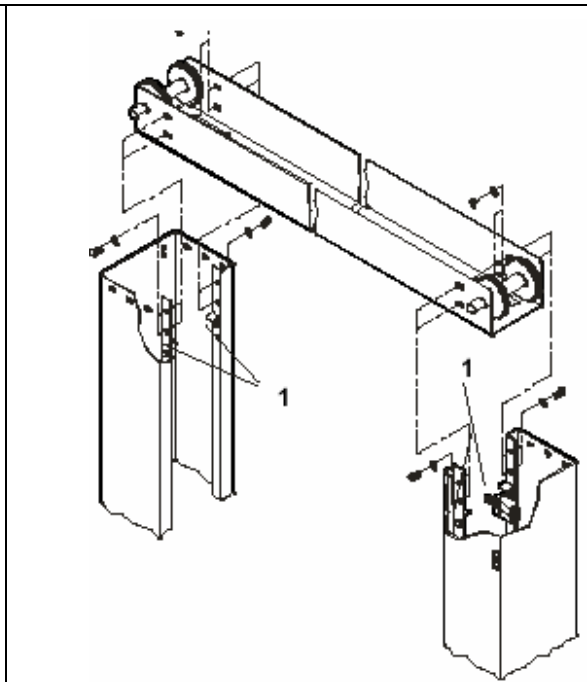

Рис. 40.
11. Соедините эту группа элементов с подъемным устройством и установите их на свои места (поз. 1, Рис.40) в верхней части стоек, затем зафиксируйте их винтами 8 НН 10х25 с гайками и плоскими шайбами.